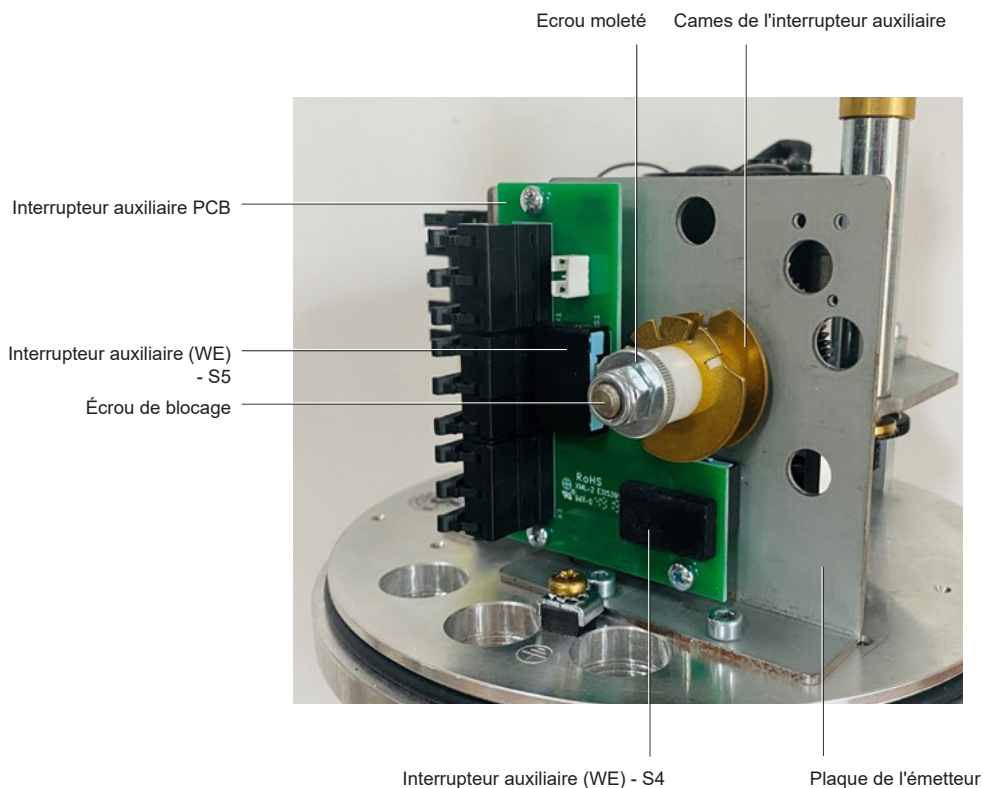

Fig. 9 Disposition de l'interrupteur de course auxiliaire (WE) (1-6 kN)
- Assembler la plaque du transmetteur avec les interrupteurs de course auxiliaire sur la plaque de base de l'actionneur. Voir la figure 9 "Disposition de l'interrupteur de course auxiliaire (1-6 kN)" pour l'orientation du produit.